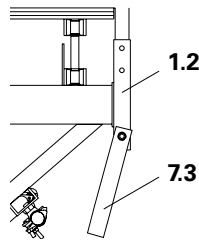

Fig. B1.36
1. Fijar el conector para el anclaje tensor CB (7.3) con el tornillo correspondiente M16 x 100, con llave de vaso n° 24 al tubo vertical de la consola (1.2). (Fig. B1.36)